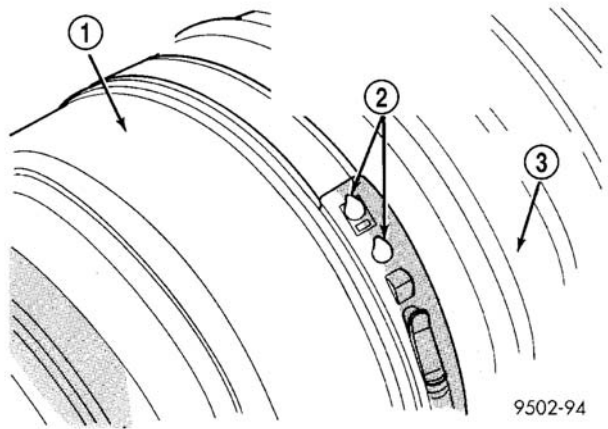

图 26 正确安装的密封套卡箍
- （2）收紧工具的夹爪，直到卡箍的顶带被锁在卡箍底带上面的两个舌片后（图 26）。